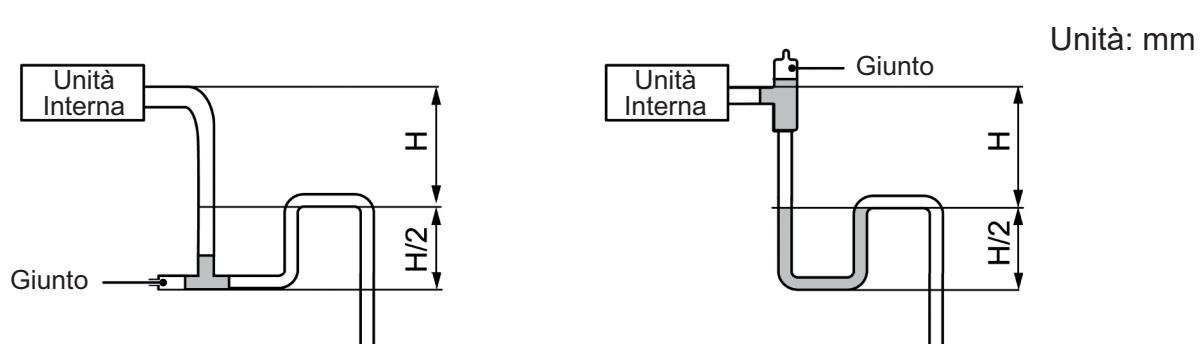

Fig. 4.11
- (5) Per le Unità Interne con alta pressione all'uscita del tubo di scarico condensa, utilizzare un giunto a tenuta d'acqua.
- (6) Installare il giunto a tenuta d'acqua in base alla Fig. 4.11.
- (7) Ogni Unità deve essere installata con un giunto a tenuta d'acqua.